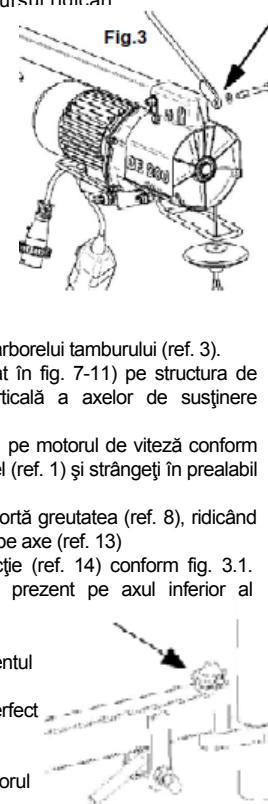

Fig. 3.1
3) Introduceți bușa cadrului care suportă greutatea (ref. 8), ridicând levierul de blocare al cadrului (ref.12), pe axe (ref. 13)
și aplicați șplintul protecției de extracție (ref. 14) conform fig. 3.1.